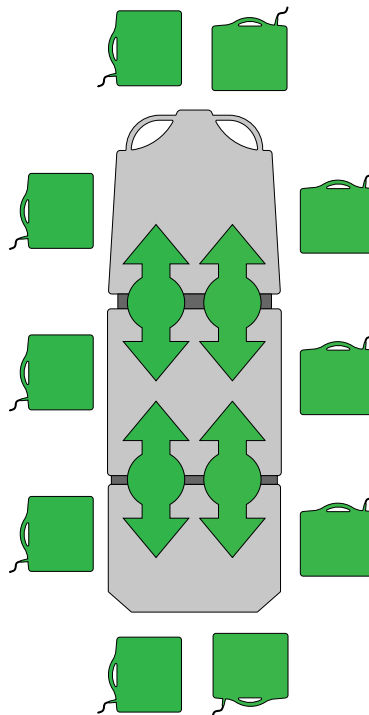

Figure 30 – Insertion ou retrait des cassettes radio sur l'option Prime X
1. Centrer le patient sur le produit en utilisant les étiquettes d'indication de position situées sur les quatre côtés du produit (voir Figure 30).